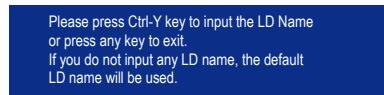

图1
5. 设定完成的后，按下<Ctrl>+<Y>键储存设定值后将出现如图1的画面。按下<Ctrl>+<Y>键自行设定磁盘阵列名称，若无输入，将自动使用预设的名称。